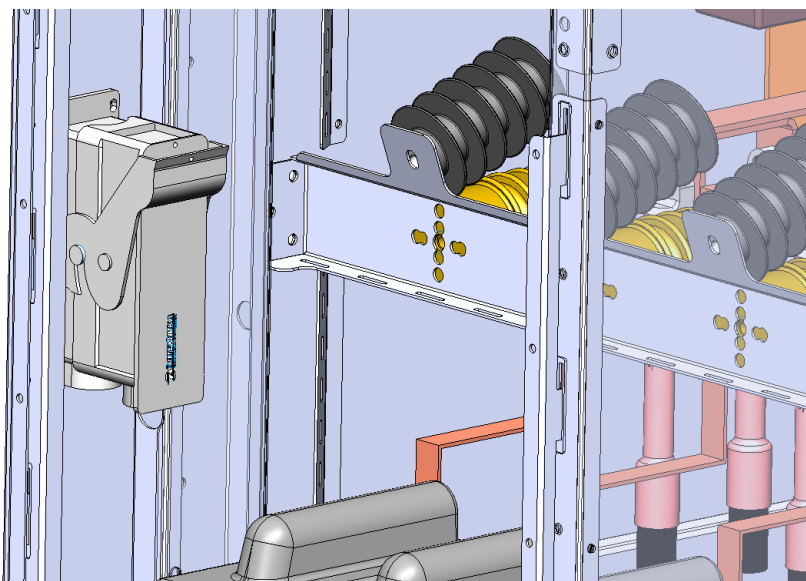

Рисунок 27
4. Отсоединить разъем вторичных соединений (рисунок 27).